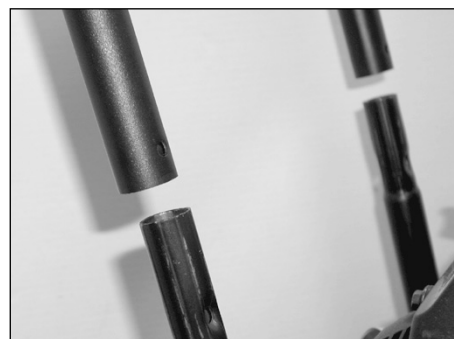

Figura 1 – Ensamblaje del mango
1. Deslice el ensamblaje del mango sobre las patas inferiores de la base del carro. Utilice la tuerca y el perno estándar para asegurar la pata trasera derecha. Vea la Figura 1.